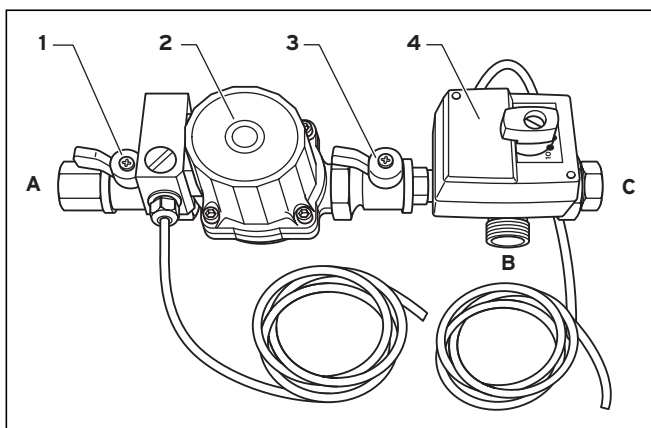

Abb. 7.3 Rücklauftemperaturanhebung
- Schließen Sie die Rücklauftemperaturanhebung (Abb. 7.3) an den Heizungsrücklaufanschluss (C) an.
- Schließen Sie die Rücklauftemperaturanhebung am Rücklaufanschluss der Rückseite des Pelletkessels (A) an. Dabei muss der Pfeil auf der Unterseite der Rücklaufpumpe (2) zum Pelletkessel zeigen.
- Verbinden Sie den 3-Wege-Mischer der Rücklauftemperaturanhebung über den Bypass (B) mit dem Heizungs- vorlauf.
- Stellen Sie die Elektroverbindungen für die Rücklauf- pumpe (2) und den 3-Wege-Mischer (3) her